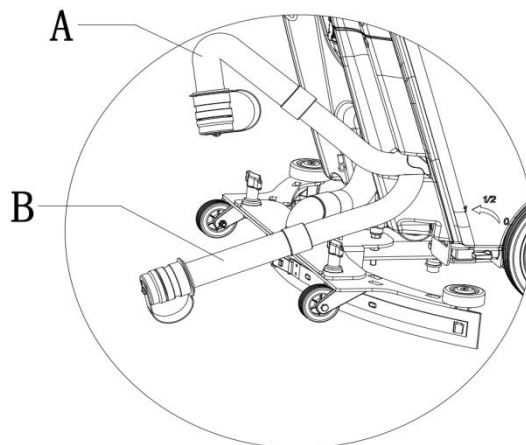

Figura 10
1. Retire la manguera de vaciado y doble el extremo superior (como muestra A en la Figura 10). Entonces coloque la manguera de vaciado en un punto bajo o en el suelo y desenrosque la tapa para vaciar el tanque (como muestra B en la Figura 10).
Asegúrese de que la manguera de vaciado esté colocada en un punto bajo o en el suelo (como A o B en la Figura 10) para evitar cualquier salpicadura de agua sucia sobre el operador.